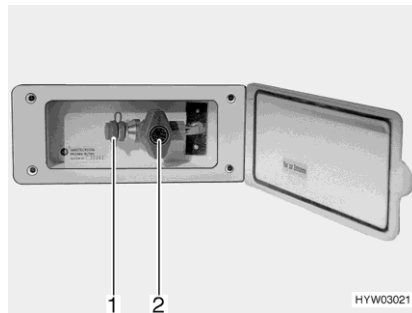

Bild 181 Externer Gasanschluss
- Externes Gasgerät an der Anschluss-Stelle (Bild 181,1) anschließen.
- Das Gasabsperrentil (Bild 181,2) öffnen.